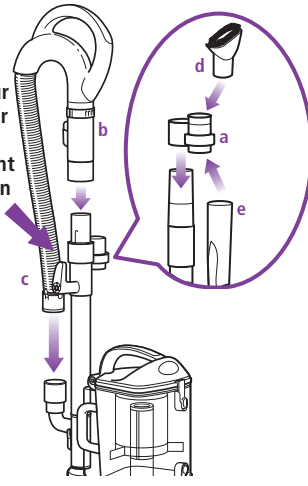

Fig. 11
- 4 Faites glisser le support d'accessoire (a) en position opposée à l'enrouleur du cordon supérieur, par-dessus le tube de rallonge. Alignez la languette avec la rainure et poussez vers le bas. (Fig. 11)
- 5 Poussez la poignée (b) sur le dessus du tube de rallonge jusqu'à ce qu'un déclic indique qu'elle est en place. (Fig. 11)
- 6 Insérez l'extrémité du tuyau extensible (c) dans le connecteur situé à l'arrière du chariot amovible. (Fig. 11)
- 7 Rangez la brosse à épousseter (d) et le suceur (e) sur les montures sur le support d'accessoires. (Fig. 11)
- 3 Mettez l'interrupteur marche/arrêt (b) en position "I" pour passer l'aspirateur sur les plancher (aspiration directe seulement) ou en position "II" pour mettre en marche la brosse motorisée (pour les tapis et les carpettes). (Fig. 11)
⚠ **IMPORTANT:** La lampe témoin de la brosse motorisée (c) s'allumera en vert lorsque la brosse motorisée est en marche ou en rouge s'il y a un blocage. (Fig. 11) Cette caractéristique est conçue pour protéger la courroie à vie qui fait fonctionner votre brosse motorisée. Se référer à Rechercher les obstructions, à la page 33.